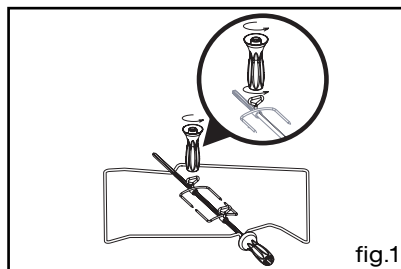

fig.1
- enfiler une des fourchettes sur la broche ; embrochez la pièce à rôtir ; enfiler la deuxième fourchette ; centrez et serrez en vissant les deux fourchettes à l'aide de la poignée (fig.1).
- Ouvrez complètement la porte et la bloquer à l'aide de deux butées rouges (fig.1). Elles sont fournies dans la poche plastique de votre appareil.